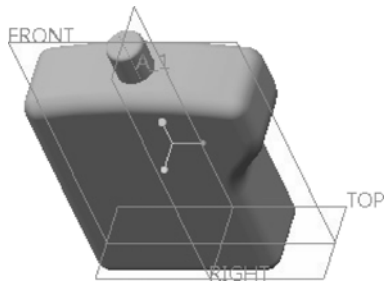

图 6-21 已有的实体模型
① 在“快速访问”工具栏中单击“打开”按钮，弹出“文件打开”对话框，选择“bc_6_sswp.prt”配套文件，然后在“文件打开”对话框中单击“打开”按钮。在该文件中已经建立好如图 6-21 所示的实体模型。
② 在功能区的“模型”选项卡的“形状”面板中单击“扫描混合”按钮，打开“扫描混合”选项卡。在“扫描混合”选项卡中单击“实体”按钮。
③ 在功能区的右侧区域单击“基准”按钮并接着从其下拉命令列表中单击“草绘”按钮，系统弹出“草绘”对话框，选择“FRONT（基准平面）”作为草绘平面，默认以